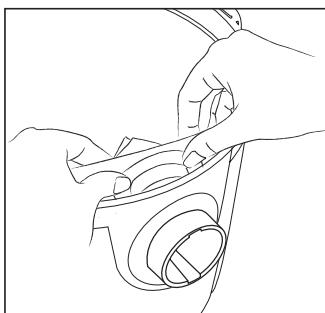

Fig. 9 – Colocando una bolsa de polvo nueva
4. Encage la abertura de la bolsa de polvo, en la conexión de la manguera, de acuerdo a lo mostrado en la Fig. 9;